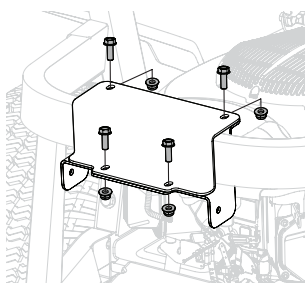

Figura 6
3. Sujetando ambos soportes en su lugar, ajuste pero no totalmente el conjunto alrededor del tubo del bastidor con cuatro tornillos de cabeza hexagonal (710-1238) y cuatro tuercas de seguridad (712-04063). Consulte la Figura 6.